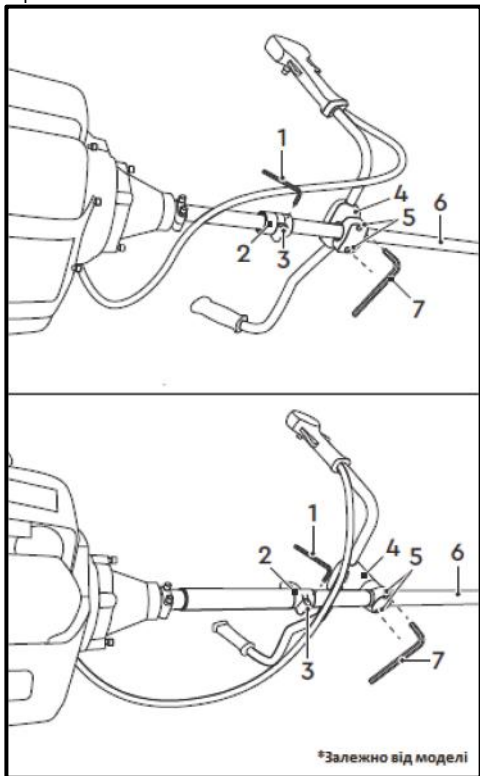

Рис. 32
**Якщо не вдається отримати рекомендоване положення мотокоси (Рис. 32):**
- Послабте ключем (7) (5 мм) гвинти (5) кріплення (4) рукояток.
- Послабте ключем (1) (4 мм) гвинт (3) кріплення (2) ременя.
- Посуньте вздовж штанги (6) кріплення (4) рукояток та кріплення (2) ременя. Для збільшення відстані від ріжучого приладдя до землі слід переміщувати кріплення (4) рукояток та кріплення (2) ременя в напрямку від двигуна, а для зменшення – до двигуна.
- Затягніть ключем (7) (5 мм) гвинти (5) кріплення (4) рукояток.
- Затягніть ключем (1) (4 мм) гвинт (3) кріплення (2) ременя.